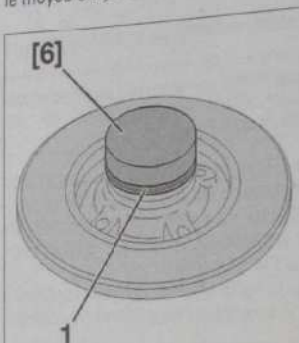

Fig. 56
- Positionner la cible d'antiblocage de roue (1) sur le moyeu disque de frein arrière (Fig.56).